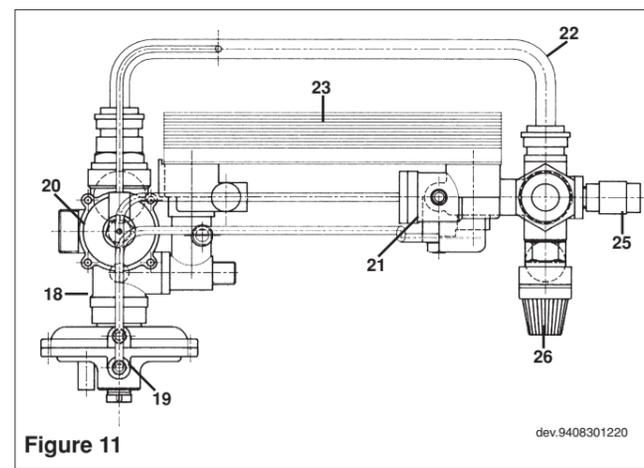

Figure 11
- * vider l'installation, en se limitant si possible à la chaudière, **grâce au robinet de vidange** (25 figure 11);
- * enlever les deux tubes de raccordement (figure 11) entre le groupe de priorité sanitaire (19) et le capteur de flux (21);